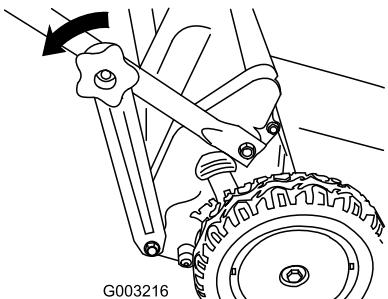

Figure 47
1. Retirez les boutons de la partie inférieure du guidon (Figure 47).
2. Détachez les supports aux deux extrémités de la partie inférieure du guidon (Figure 47).